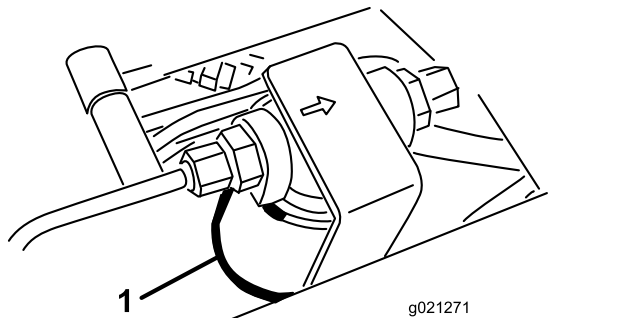
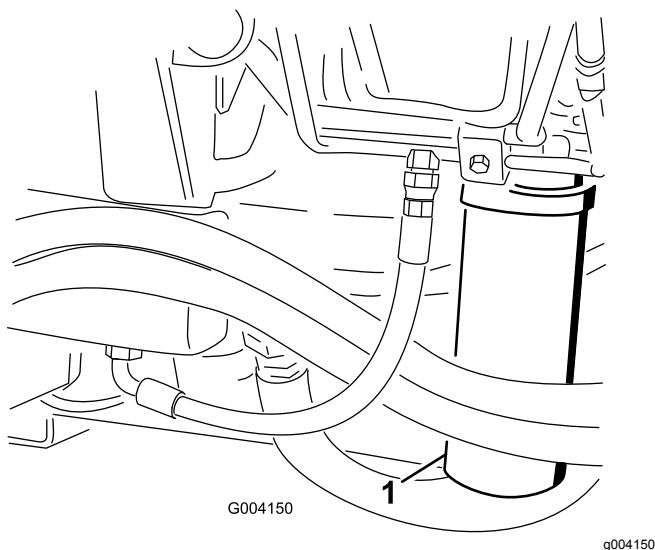

図 90
図 91
2. フィルタ取り付け部付近をきれいに拭い、下にオイル回収容器を置く図 90 と図 91。